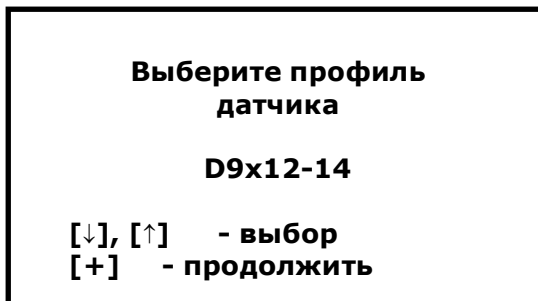

Рис. 13
- **Выбрать датчик.** При нажатии кнопки [+] включается меню выбора датчика (Рис. 13).